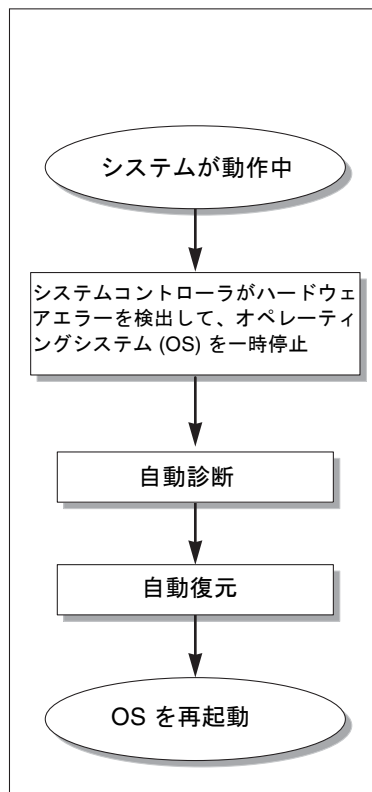

図 7-1 自動診断および回復処理
システムコントローラは、発生したハードウェアエラーの種類および診断制御の設定に応じて、図 7-1 に示すように診断処理および回復処理を実行します。ファームウェアには自動診断 (AD) エンジンが含まれていて、システムの可用性に影響するハードウェアエラーを検出および診断します。
次に、図 7-1 に示す処理の概要を説明します。